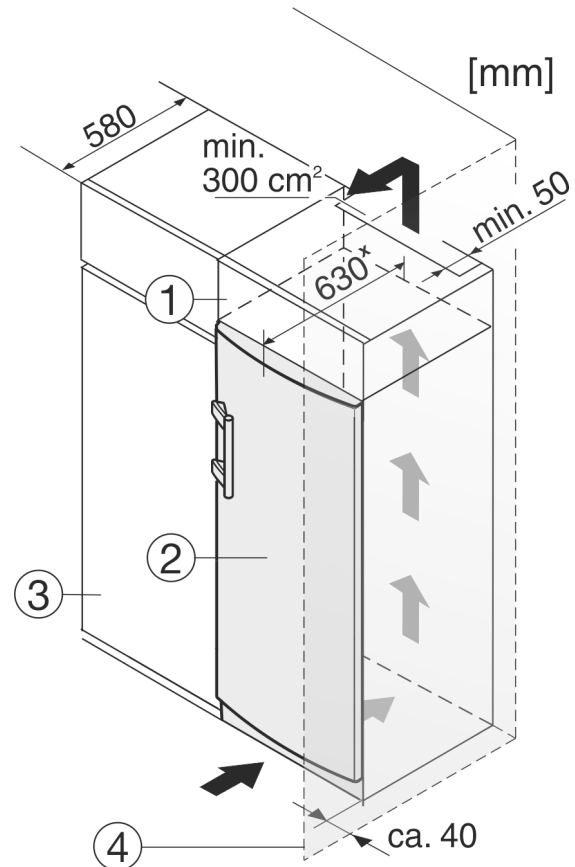

Fig. 12
Перед встановленням пристрою можна змінити його конструкцію відповідно до кухонної шафи. Щоб привести висоту пристрою Fig. 12 (2) у відповідність із розмірами кухонної ніші, можна встановити на нього спеціальну шафу Fig. 12 (1).
У разі переобладнання кухонними шафами (глибина щонайбільше 580 мм) пристрій можна встановити безпосередньо поруч із кухонною шафою Fig. 12 (3). Пристрій виступає за передню частину кухонної шафи на 34 мм × з боків і на 50 мм × посередині.
Якщо пристрій із шарнірами встановлюється поруч зі стіною *Fig. 12 (4)*, відстань між пристроєм і стіною має становити щонайменше 40 мм. Це відповідає необхідній відстані для ручки після відкривання дверцят.